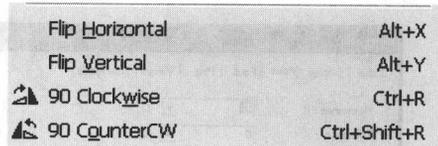

图 1-5 元件方向的调整
(2) 移动元件。按住鼠标左键，将所选元件拖至电路工作区的任何位置。
(3) 调整元件的方向。右键单击要调整的元件，弹出一个菜单，如图 1-5 所示。菜单栏中有 4 种元件调整操作：水平翻转 (Flip Horizontal)、垂直翻转 (Flip Vertical)、顺时针旋转 90° (90 Clockwise) 和逆时针旋转 90° (90 CounterCW)。